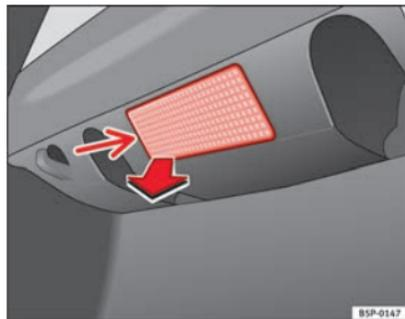

Fig. 171 Éclairage du coffre à bagages
- Retirez la tulipe en faisant pression sur le rebord de la partie intérieure de celle-ci -flèche- à l'aide d'un tournevis plat ⇒ fig. 171.